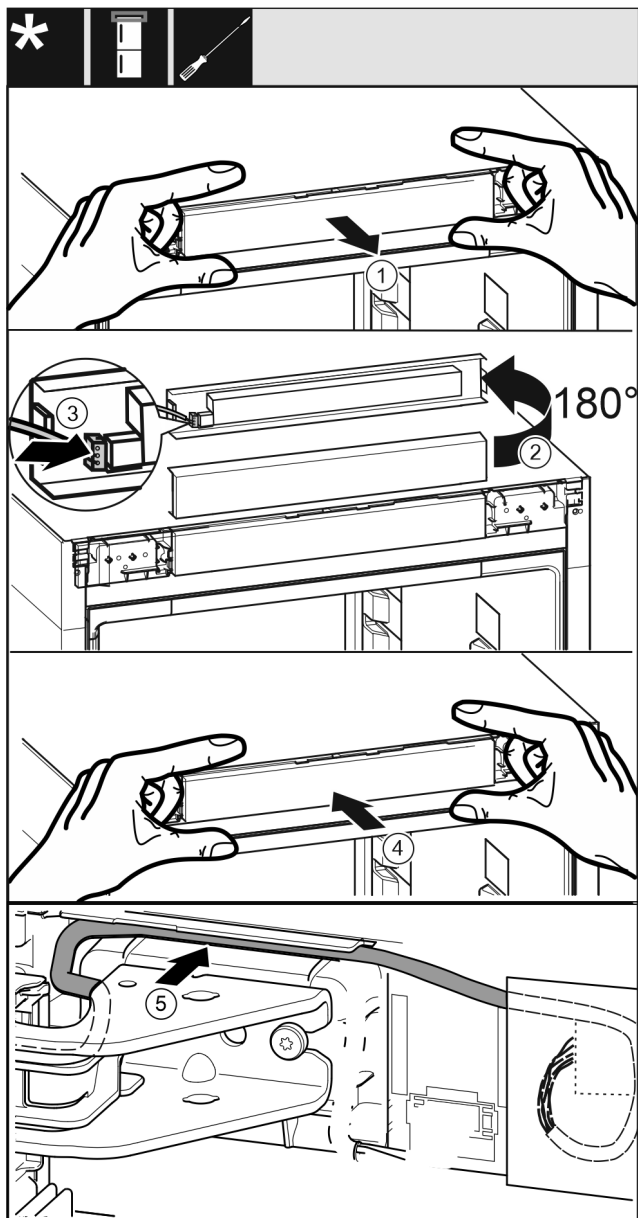

Fig. 32
- ▶ Okvir upravljalne plošče previdno vzemite ven. Fig. 32 (1)
- ▶ Zaslonko obrnite navzgor za 180°. Fig. 32 (2)
- ▶ Vtič zataknete v okvir upravljalne plošče. Fig. 32 (3)
- ▶ Okvir upravljalne plošče zataknete nazaj v napravo. Fig. 32 (4)
- ▶ Sivi kabel previdno položite v vodilo nad zgornjim ležajnim podstavkom. Fig. 32 (5)